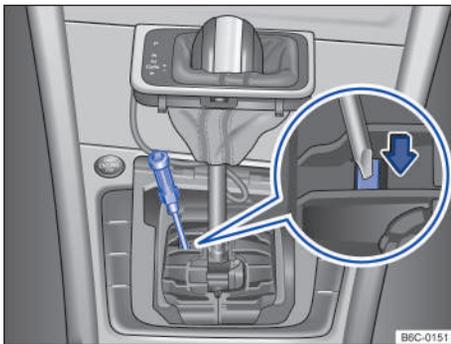

Fig. 100 Desmontar la cubierta de la palanca selector y desbloquear el bloqueo de la palanca selector de emergencia.
- Con ayuda de un destornillador presionar cuidadosamente la palanca de desbloqueo en la dirección de la flecha y mantenerla en esa posición → fig. 100.